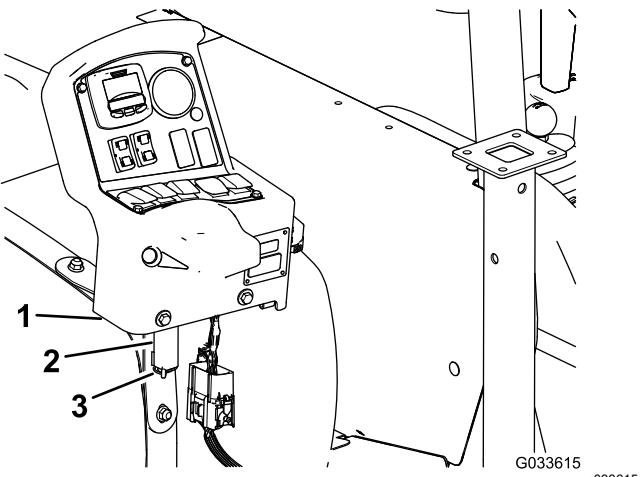

Bild 134
- Entfernen Sie die Konsole von den Befestigungshalterung der Konsole und flüchten Sie den Lagerbolzen an der Steuerkonsole mit der Lagerhalterung am vorderen Behälterriemen (Bild 134) aus, siehe Befestigen der Steuerkonsole an der Maschine \(Seite 21\).
8. Befestigen Sie die Konsole an der Halterung und befestigen den Lagerbolzen mit dem Lastösenbolzen an der Halterung (Bild 134).